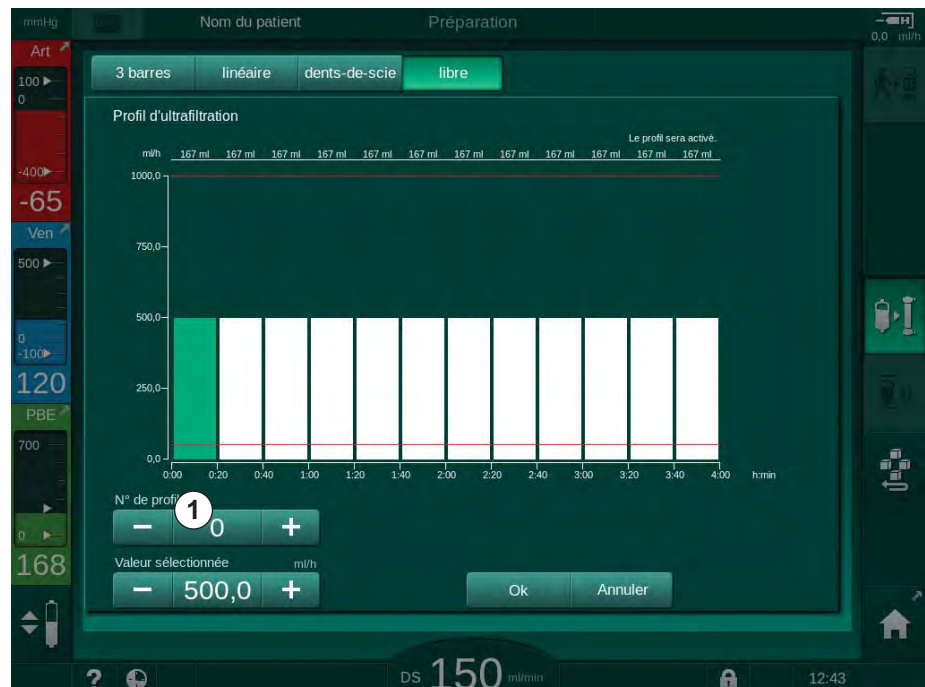

Fig. 5-15 Sélection des profils d'UF
- Pour sélectionner l'un des 10 profils librement modifiables prédéfinis, toucher la touche + ou – dans la boîte du groupe *N° de profil* (Fig. 5-15, ①) ou entrer le numéro de profil 1 à 10 directement dans le champ.